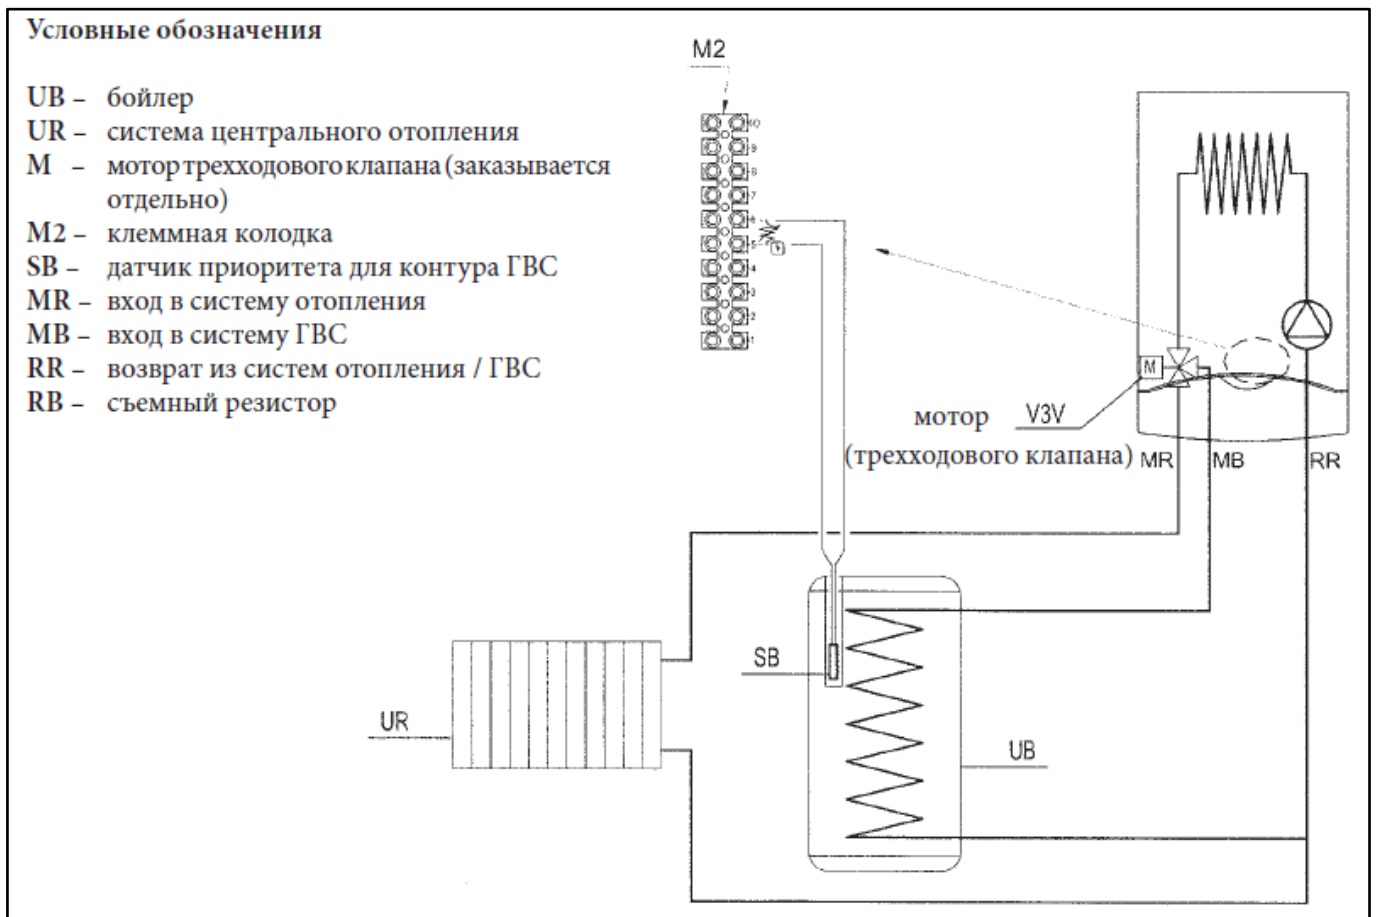

Рис. 3. Гидравлическая схема
4.3. Подключите датчик температуры бойлера (NTC) к контактам **5-6** клеммной колодки **M2** (рис. 3). Установите датчик в колбу внутри бойлера.